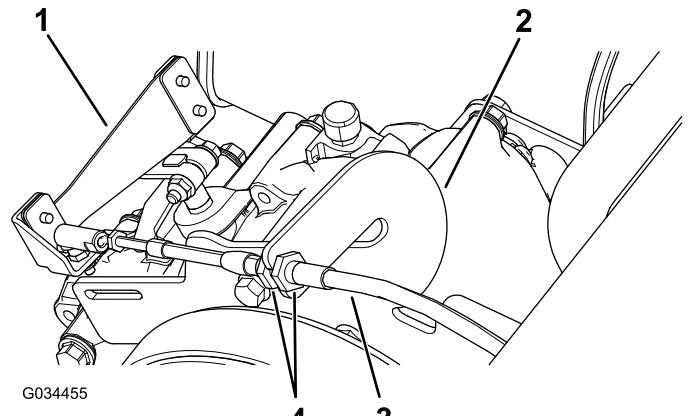

図 57
- スピナーバーのスロットからギアシフトケーブルを取り外す図 57。
- ギアシフトケーブルのジャムナットをゆるめて調整を行う (図 57)。
- ギアシフトセレクタを 3 つの位置のそれぞれに回して、シフトレバー図 57 が適切にシフトするかどうか確認する ギアシフトレバーとギアシフトインジケータ (ページ 15)を参照。
- 適切な調整ができたら、ギアシフトケーブルをスピナーバーのスロットに取り付ける図 57。